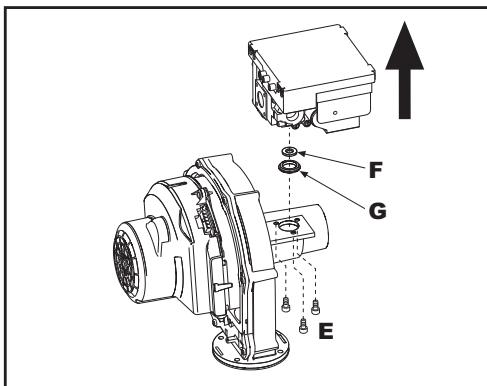
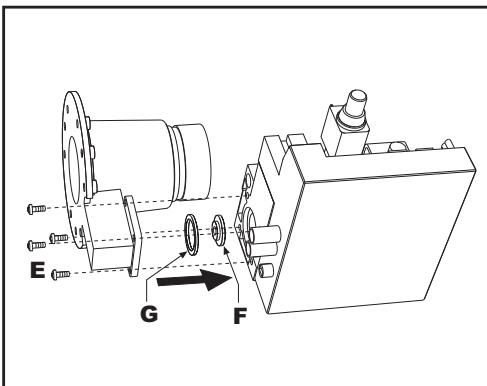

fig. 57 - modelul ENERGY TOP B 80 - 160
fig. 58 - modelul ENERGY TOP B 125 - 250
7. Deșurubați șuruburile de fixare "E" (fig. 57 modelul ENERGY TOP B 80 - 160 și fig. 58 modelul ENERGY TOP B 125 - 250) și scoateți valva de gaz.
8. Înlăsați duza de gaz "F" (vezi fig. 57 pentru modelul ENERGY TOP B 80 - 160 și fig. 58 pentru modelul ENERGY TOP B 125 - 250), poziționând-o în interiorul garniturii "G", cu cea aflată în kitul de transformare. Montați la loc componentele și verificați etanșeitatea.